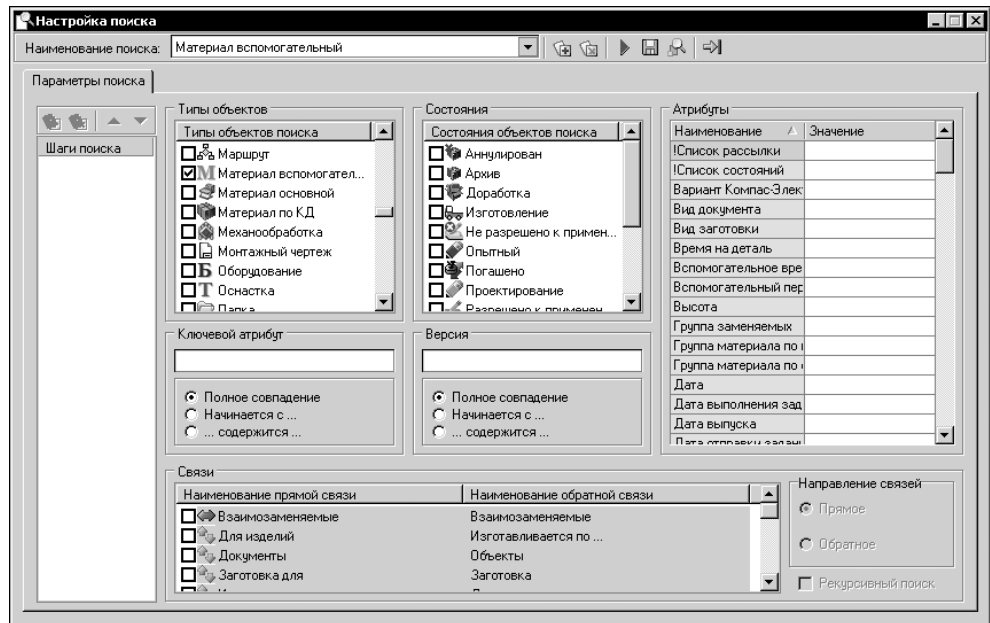

Рис. 13.5. Настройка нового варианта поиска
2. В открывшемся окне **Настройка поиска** выберите из списка существующий шаблон поиска в поле **Наименование поиска** (рис. 13.5).